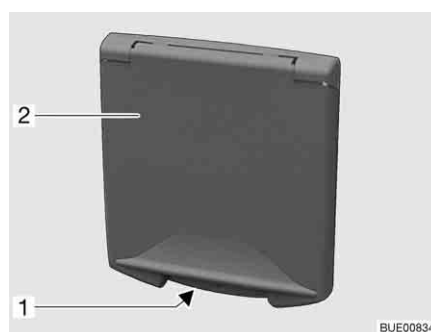

Fig. 39 Trampilla para la conexión de 230 V
- Meter la mano en el asidero cóncavo (Fig. 39,1) de la trampilla exterior (Fig. 39,2) y girar la trampilla exterior hacia arriba.